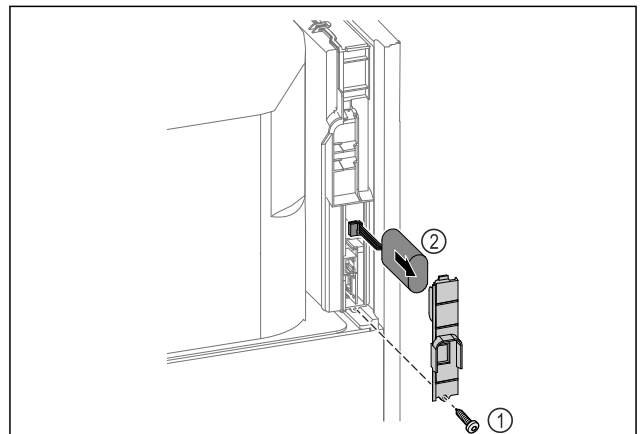

Fig. 254
- ▶ Svitare la vite e rimuovere la copertura sul retro dell'apparecchiatura Fig. 254 (1).
- ▶ Scollegare e rimuovere la batteria Fig. 254 (2).